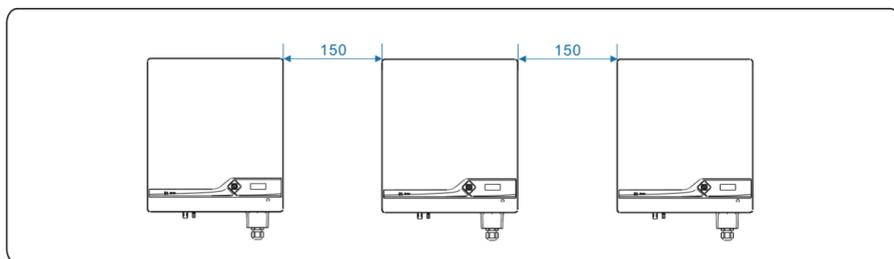

Figura 4.5 Instalação na mesma linha (unidade: mm)
c. Ao instalar vários inversores, instale-os ao longo da mesma linha (como mostrado na Figura 4.5) se houver espaço suficiente disponível e instale-os no modo triângulo (como mostrado na Figura 4.6) ou no modo empilhado (como mostrado na Figura 4.7) se não houver espaço suficiente disponível. Os modos de instalação garantem espaço suficiente para instalação e dissipação de calor.